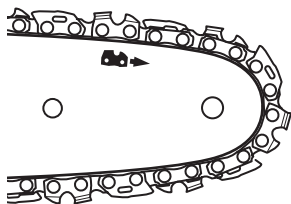

Imagen 9
- > Compruebe la tensión de la cadena levantándola con la mano [4] en dirección contraria al peso de producto. La tensión de la cadena es la correcta cuando la cadena de corte puede ser levanta unos 2-4 mm en el centro de la espada [5] (Imagen 9, 10).